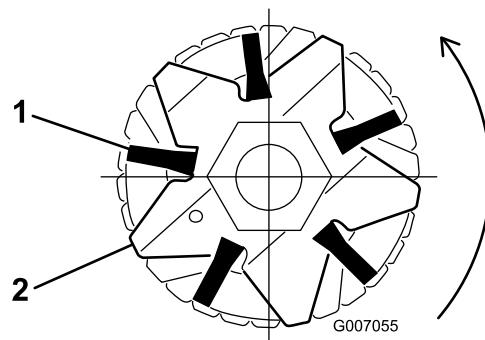
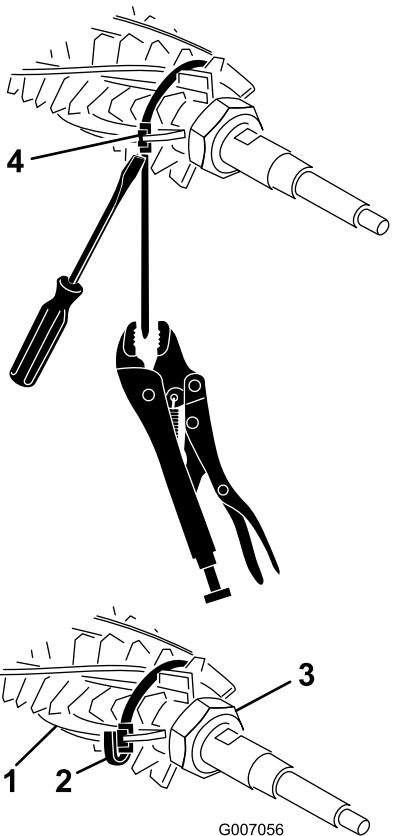

Bild 39
Bild 40
2. Stellen Sie sich, dass die Bürsten in den Schlitten des Groomermessers sitzen (Bild 39 und Bild 40).
3. Wickeln Sie die Haltebänder, siehe Bild 40, lose um die Spindelwelle und die Bürsten des Groomer. Setzen Sie die Haltebänder in die Rillen in den Bürsten ein Bild 39. Positionieren Sie die Bürsten so, dass die Haltebänder zwischen den folgenden Messern 1–2, 14–15, 28–29 und 41–42 sind.
Hinweis: Wenn die Kehrbürsten nicht richtig in den Messerschlitten sitzen, lösen Sie an jeder Seite der Groomerwelle die Befestigungsmuttern des Groomermessers, positionieren Sie die Kehrbürsten richtig in den Messerschlitten und ziehen Sie die Befestigungsmuttern des Groomermessers an (Bild 40).
4. Drücken Sie einen Schraubenzieher gegen die Haltebandschnalle und fassen Sie gleichzeitig das Halteband mit einer Gripzange an. Ziehen Sie das Halteband fest, bis sie in den Bürstenrillen arretieren (Bild 40).
5. Kürzen Sie das Halteband auf ungefähr 6 mm von der Schnalle und falten Sie das überschüssige Halteband über die Schnalle (Bild 40).